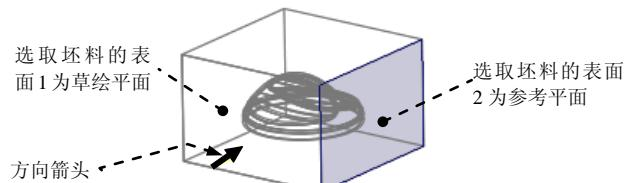

图 11.20 定义草绘平面
(1) 单击**模型**功能选项卡**形状**▼区域中的**拉伸**按钮，此时系统弹出“拉伸”操控板。
(2) 在系统弹出的拉伸操控板中，确认“拉伸为曲面”按钮被按下。
(3) 定义草绘截面放置属性。在图形区右击，从系统弹出的菜单中选择**定义内部草绘...**命令；在系统 \Rightarrow 选择一个平面或曲面以定义草绘平面的提示下，选取图 11.20 所示的坯料表面 1 为草绘平面，接受图 11.20 中默认的箭头方向为草绘视图方向，然后选取图 11.20 所示的坯料表面 2 为参考平面，方向为**右**，然后单击**草绘**按钮。